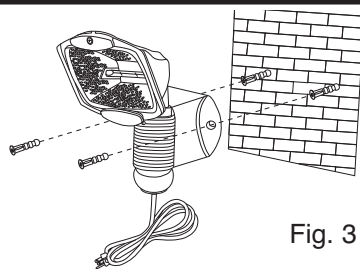

Fig. 3
3. Monte instalación fija a utilizar de pared dos tornillos proporcionaron (Fig. 3).